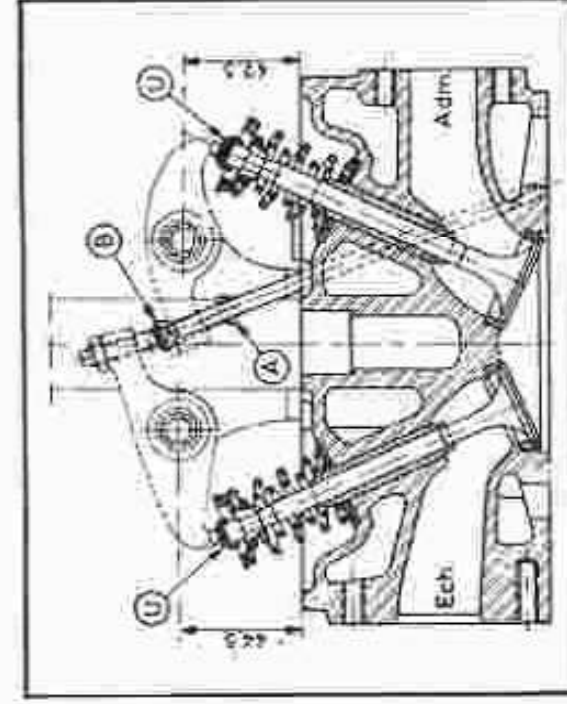

Fig. 3. — Vue en coupe du premier montage des rampes de culbuteurs.
La figure 3 représente une vue en coupe du premier montage, tandis que le deuxième montage est représenté par la figure 4.
- 5° Amener en contact avec le vilebrequin la tige supérieure du calibre, en appuyant sur les deux vis D (fig. 3).